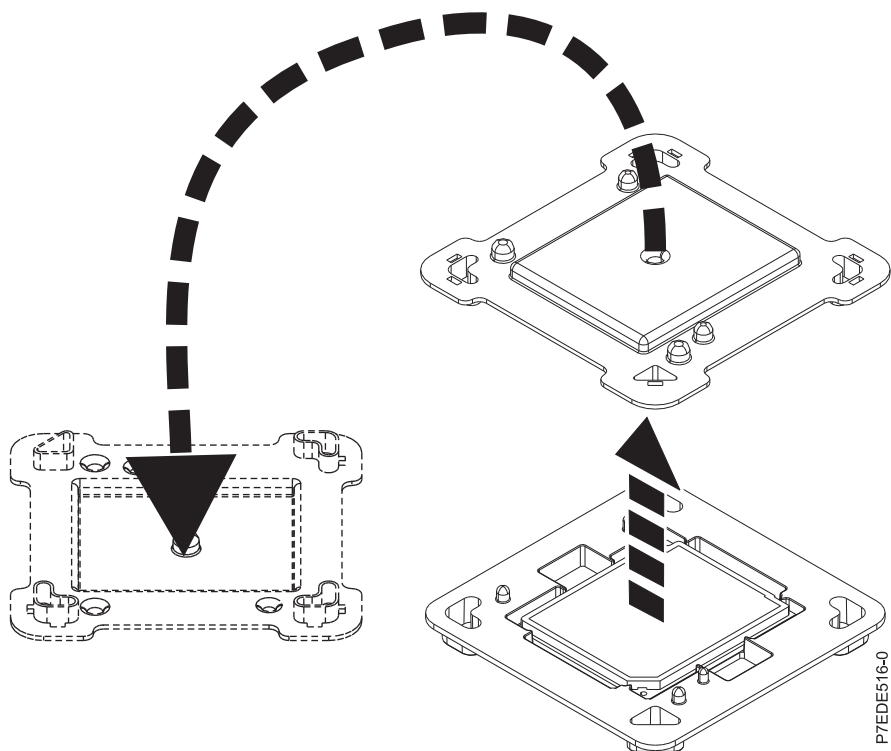

図 31. マイクロプロセッサのパッケージを開く
6. 新しいマイクロプロセッサのパッケージを開き、カバーをひっくり返してトレイの隣に置きます (76 ページの図 31 を参照)。このカバーは、交換するマイクロプロセッサに使用します。